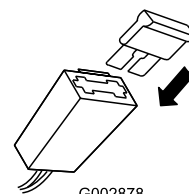

Figure 8
2. Placez le fusible dans le porte-fusible (Figure 8).